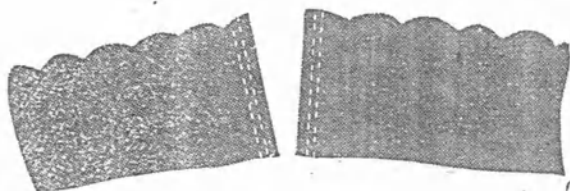

Рис. 15. Культи органа ушиты
7.2.4. Развести губки сшивателя и снять его с органа. Удаляемая и остающаяся части органа ушиты двухрядными швами и отсечены друг от друга (рис. 15).